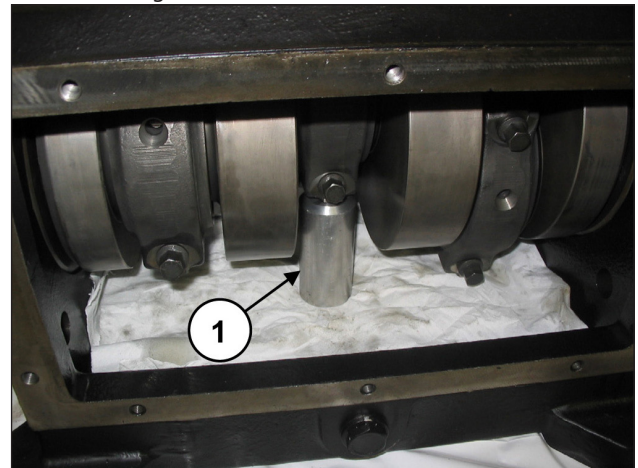

Abb. 16
Setzen Sie eine Passscheibe unter die Pleuelstange, um die Wellendrehung zu kontern (Pos. ①, Abb. 16).